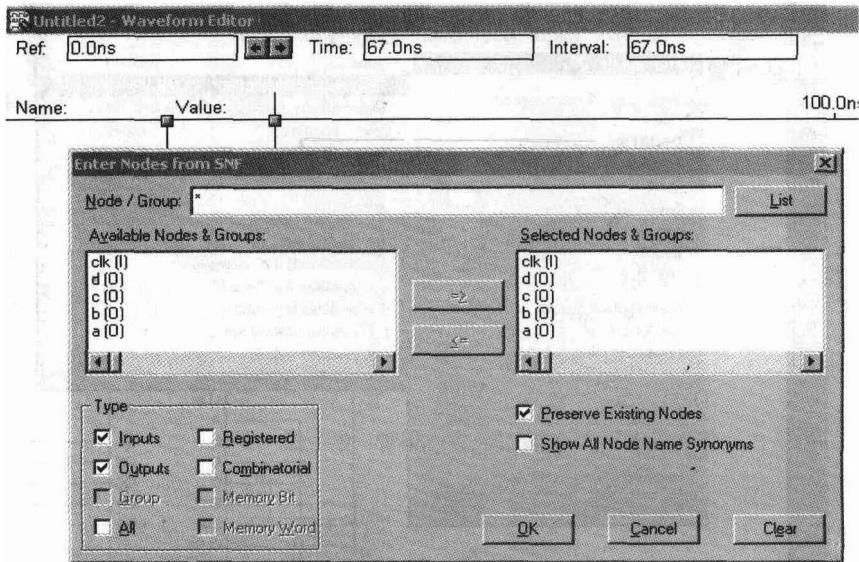

图 1-15 波形编辑信号调入
(10) 波形编辑信号调入：选择菜单 [Node] | [Enter Nodes from SNF] | [List] 选择如图 1-15 所示。